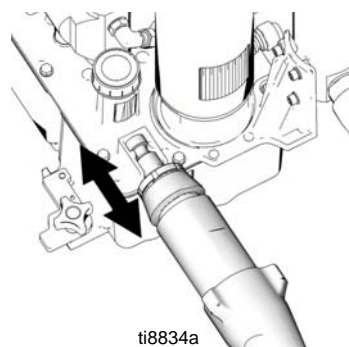

FIG. 20
1. (Afb. 20) Plaats, indien nodig, de pompstang in het afstelgat en trek aan de pomp om de stang te verlengen.